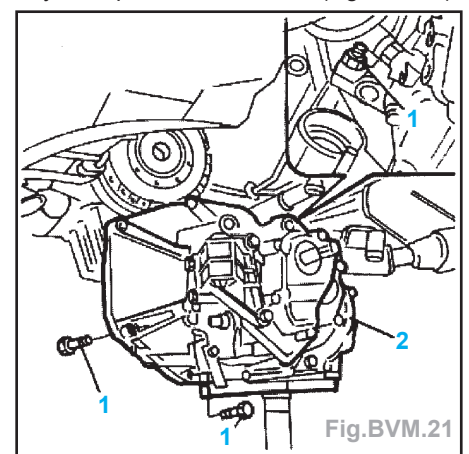

Fig.BVM.21
- Déposer les vis (1), baisser le vérin hydraulique et retirer la boîte (Fig.BVM.21).